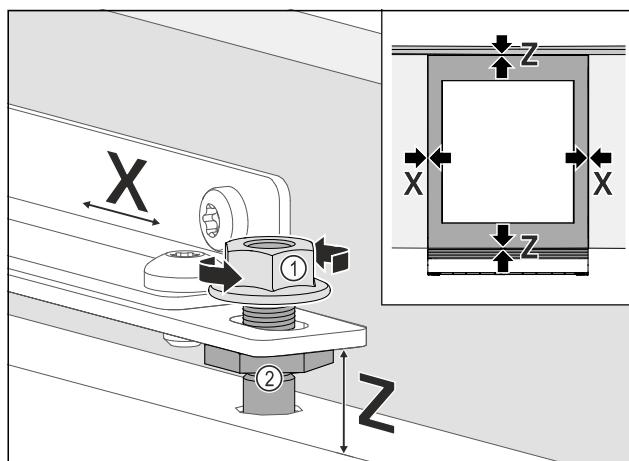

Fig. 71
- Allineare la porta del mobile sui lati: Allentare Fig. 71 (1) il controdado, spostare la porta del mobile in direzione X.
- Serrare Fig. 71 (1) i controdadi.
- Allineare la porta del mobile all'altezza Z e all'inclinazione laterale: Regolare Fig. 71 (2) i bulloni di registrazione.